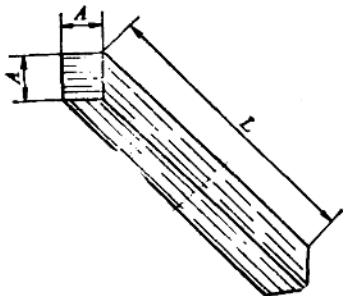

图 15
15. 如图15所示, 已知边长 $A = 50\text{mm}$, 长度 $L = 6\text{m}$, 密度 $\rho = 7.85\text{g/cm}^3$ 。求方钢的重量为多少公斤? (保留两位小数)